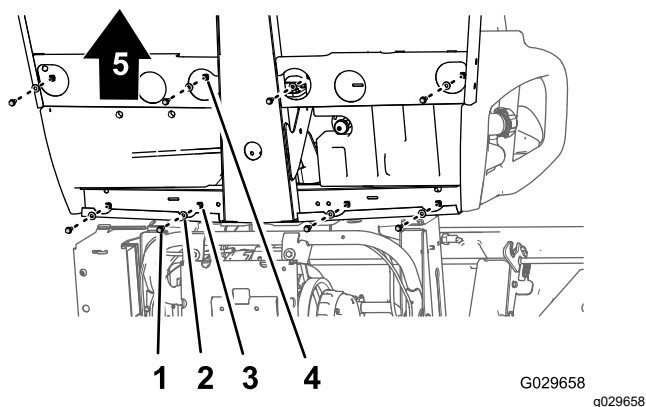
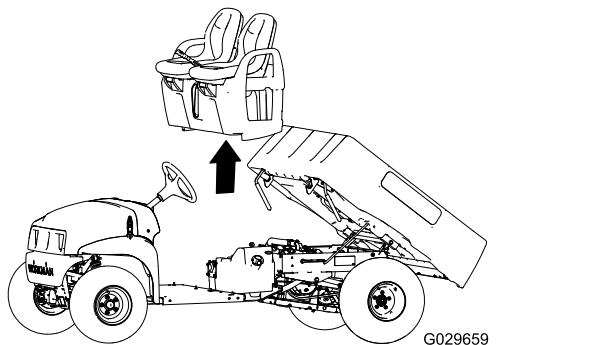

Figura 44
Figura 45
1. Na parte inferior da caixa, retire os 8 parafusos de cabeça flangeada e as 8 anilhas que prendem a base do banco à placa do eixo e ao canal da cabina traseira (Figura 44).
2. Cuidadosamente, levante os bancos, a base do banco e os cabos do trav 1/2 de estacionamento da m 1/2quina (Figura 44).
1. Levante os bancos e a base do banco para a mizquina e alinhe os cabos dos travões com o chassis (Figura 44 e Figura 45).
2. Alinhe os furos na base do banco com os furos na placa do chassi e no canal da cabina traseiro (Figura 44 e Figura 45).